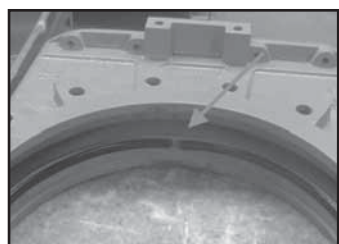

Рис. 5
6. Удалите старые уплотнения (4) и нож (2) и почистите камеру сальник.
7. Удалите фиксирующее кольцо (10), которое прижимает седловое уплотнение (3).
8. Удалите поврежденное седловое уплотнение (3) и почистите его паз в корпусе.
9. При условии, что новое уплотнение изготовлено под размер, поместите его в паз в корпусе (убедитесь, что стыки уплотнения сверху) (Рис. 5 и 6).
- Если у затвора седловое уплотнение PTFE (3), смотрите инструкции далее.